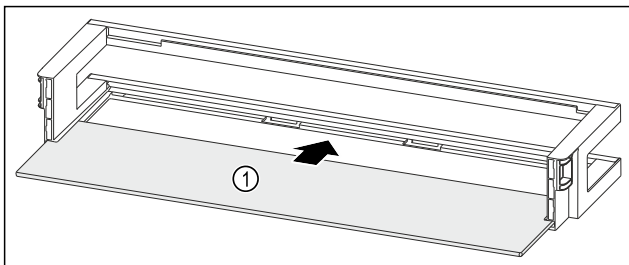

Fig. 165 Deurrek met draagplateau
- ▶ Draagplateau Fig. 165 (1) in de zijdelingse uitsparingen schuiven.